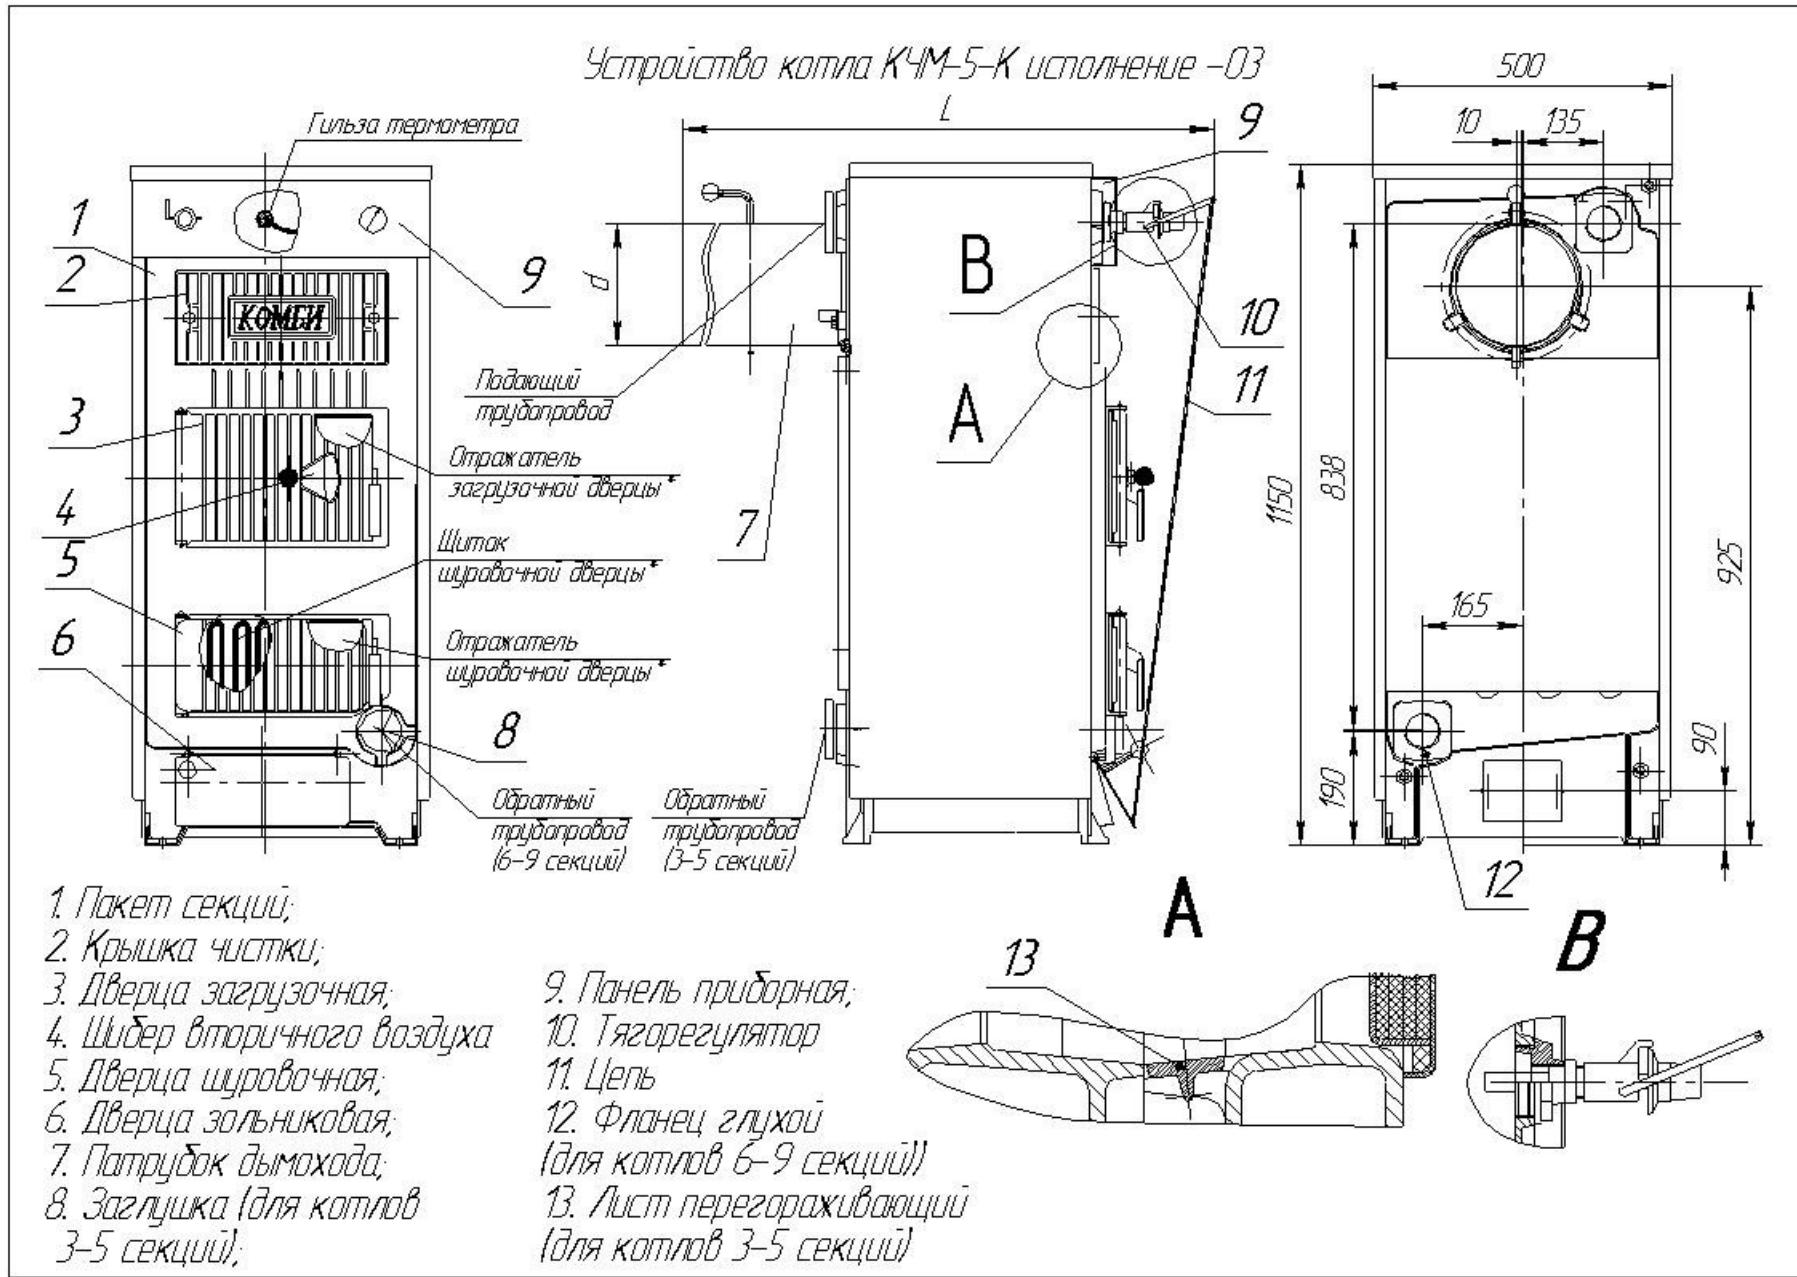

Рис. 3.1
- М - модернизированные котлы в отличии от обычного исполнения (см. рис. 3.1 и 3.1а) имеют:
- **увеличенную загрузочную дверцу (см. рис. 3.1а);**
- **М - общую (см. рис. 3.1а) или М1 - раздельную (см. рис. 3.1) шуровочную и зольниковую дверцы.**
3.1 Устройство котла для сжигания твёрдого топлива приведено на рис.3.1; 3.1а и 3.2.
Рис. 3.1а